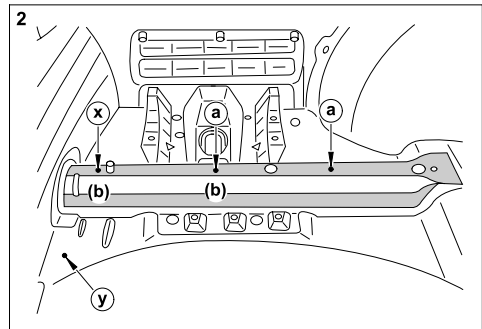

Bild 2 : Bohrungen Gepäckraum links
- 5.) Im Gepäckraumboden zwischen Längsträger links und Reserveradmulde bei Körnerpunkt Loch  $\varnothing$ entsprechend Kabeltülle fürKabeldurchführung bohren ("y"); siehe Bild 2.